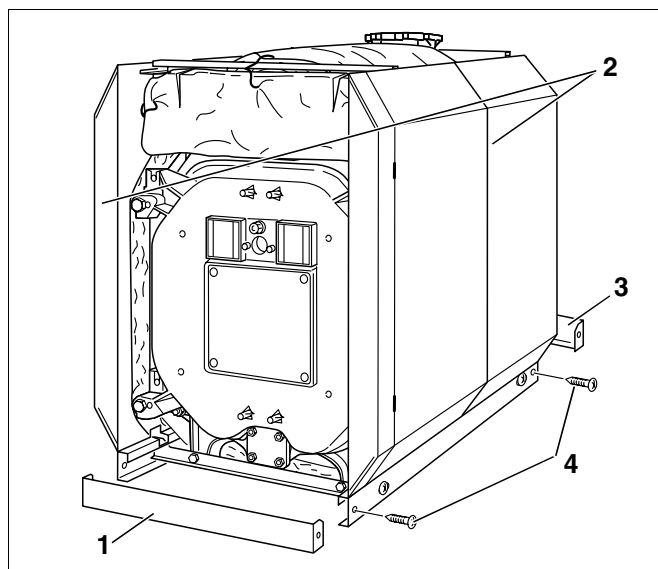

Fig. 51 Montering av sokkelskinner
- Når sideveggene (Fig. 51, **Pos. 2**) er plassert i loddrett stilling må metallskruene i sokkelskinnen (Fig. 51, **Pos. 4**) trekkes til.
- Skyv de tverrgående sokkelskinnene (Fig. 51, **Pos. 1** og **3**) inn i de langsgående sokkelskinnene forfra og bakfra. Kanten på tverrplaten må alltid ligge nede og peke mot kjelen (Fig. 51).